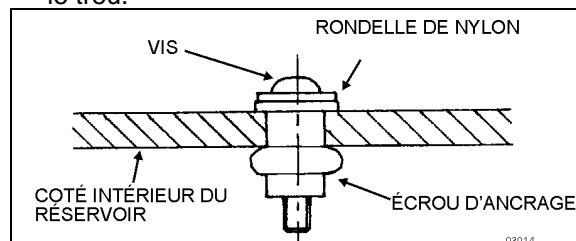

FIGURE 14 : RÉPARATION DU RÉSERVOIR DE CARBURANT
5. Placer l'ensemble dans le trou percé. Serrer le boulon 10 tours complets. Voir Figure 14.